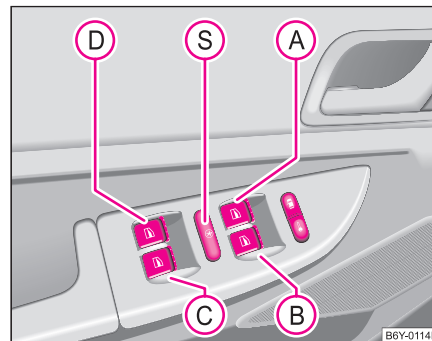

Fig. 29 Conmutador en la puerta del conductor
Los conmutadores para las diferentes ventanillas se encuentran en el apoyabrazos de la puerta del conductor ⇒ página 52, fig. 29, puerta del acompañante y en las puertas traseras*.
Ud. puede poner fuera de funcionamiento los conmutadores en las puertas traseras pulsando el conmutador de seguridad (S) ⇒ página 52, fig. 29. Se ponen de nuevo en funcionamiento los conmutadores en las puertas traseras pulsando repetidamente el conmutador de seguridad (S).
- Si se transporta niños en los asientos traseros, se recomienda poner fuera de funcionamiento los elevalunas eléctricos de las puertas traseras (conmutador de seguridad) (S) ⇒ página 52, fig. 29.